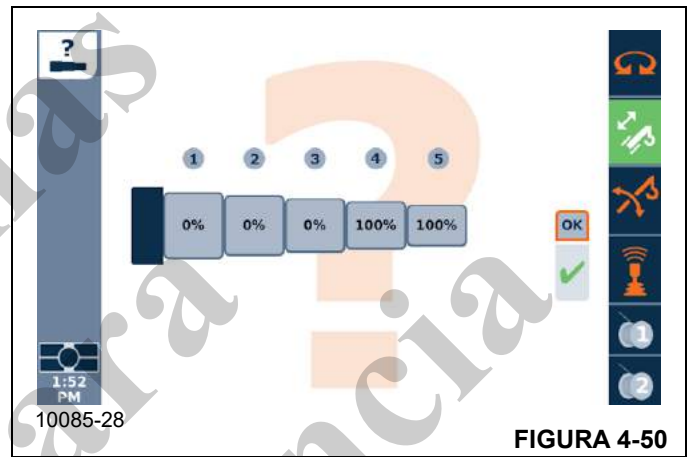
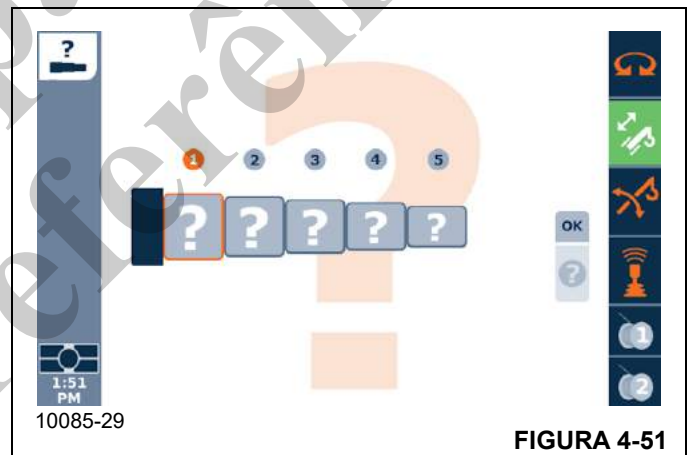

FIGURA 4-50
FIGURA 4-51
- Quando cada uma das caixas giratórias estiver definida para o valor ou indicação correta, então um botão Enter poderá ser usado na opção OK na tela. Se o sistema de controle confirmar essa configuração da lança, então uma marca de verificação aparecerá abaixo de OK (como na Figura 4-50). Caso contrário, o ponto de interrogação mostrado sob OK (como na Figura 4-51) permanecerá; nesse caso, o operador deverá sair da tela e repetir uma tentativa de inserir a configuração real da lança.